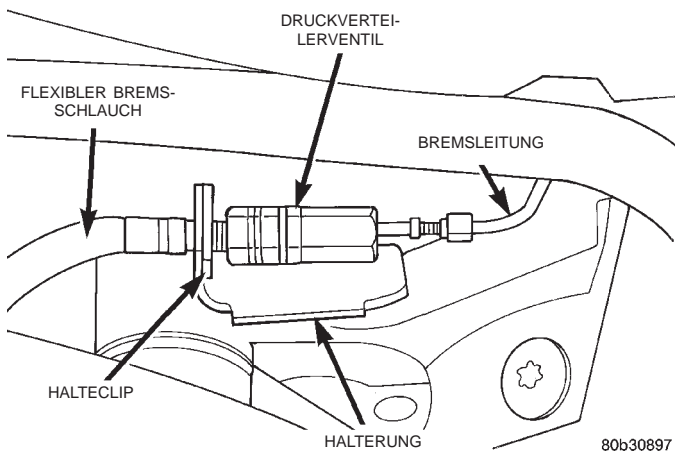

Abb. 15 Druckverteilterventil
(1) Fahrzeug auf Unterstellböcke heben oder mit einem Wagenheber zentriert anheben. Siehe Abschnitt zum Anheben des Fahrzeugs im Kapitel "Schmierung und Wartung" in diesem Werkstatthandbuch.
(2) Das verdächtige Druckverteilterventil, Anschlüsse und Montagebereich von Verunreinigungen befreien.
(3) Bremsleitung am Unterboden (Abb. 15) vom verdächtigen Druckverteilterventil lösen.
(4) Druckverteilterventil von dem hinteren flexiblen Bremschlauch lösen, der durch eine Halterung an der Rückseite des Querträgers fixiert wird.
(5) Den Halteclip, mit dem der hintere flexible Bremschlauch befestigt ist, aus der Halterung lösen (Abb. 15). **Dies ist nötig, damit die Druckprüfungsanschlüsse für die Druckverteilterventile installiert werden können, ohne die Bremsleitung am Unterboden zu verbiegen.**
(12) Den hinteren flexiblen Brems Schlauch wieder in die Halterung einsetzen und mit einem neuen Halteclip befestigen.
(13) Das Druckverteilterventil an den flexiblen hinteren Brems Schlauch anschließen und mit einem Anzugsmoment von 17 N·m (145 in. lbs.) festziehen.
(14) Bremsleitung am Unterboden an das Druckverteilterventil anschließen (Abb. 15). Die Leitungsmutter mit einem Anzugsmoment von 17 N·m (145 in. lbs.) festziehen.
(15) Betroffene Bremsleitung entlüften. Für das richtige Verfahren zum Entlüften, siehe "Entlüften des Bremssystems" im Abschnitt zu Einstellarbeiten in diesem Werkstatthandbuch.
(16) Bei Fahrzeugen mit ABS die vorstehend beschriebenen Schritte für das andere Druckverteilterventil wiederholen.
(17) Kann kein Defekt der Druckverteilterventile festgestellt werden, Beläge der hinteren Bremsbacken auf Verunreinigungen prüfen oder prüfen, ob die Austauschbeläge den Erstaustatter-Spezifikationen für das Bremsbelag-Material nicht entsprechen. Hierdurch kann ebenfalls ein vorzeitiges Blockieren der Hinterräder verursacht werden.